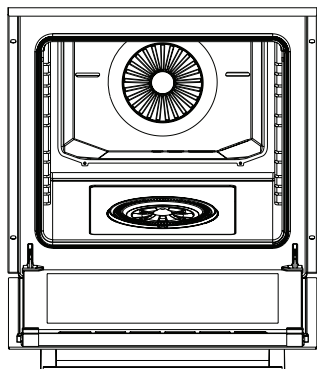
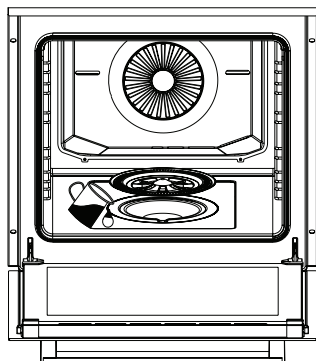
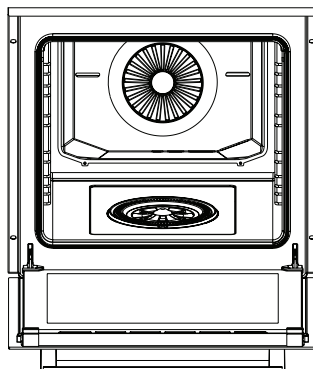

Figura 8
Figura 9
Figura 10
**2.** Abrir a tampa do aparelho (consultar a figura 8). Remover a tampa do recipiente da água e encher o recipiente (consultar figura 9). Seguidamente, fechar a tampa do recipiente da água (consultar figura 10). Fechar a tampa do aparelho e pré-aquecer o mesmo durante 10 minutos. Depois do pré-aquecimento, pode colocar os alimentos no aparelho.